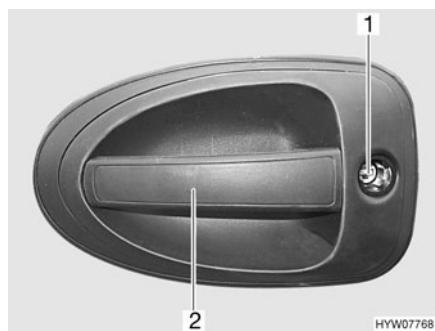

Fig. 34 Cerradura de la puerta del conductor, en el exterior
- Introducir la llave en el cilindro de cierre (Fig. 34,1) y girarla hasta que esté desbloqueada la cerradura de la puerta.
- Tirar del tirador de la puerta (Fig. 34,2). La puerta está abierta.
- Introducir la llave en el cilindro de cierre (Fig. 34,1) y girarla hasta que esté bloqueada la cerradura de la puerta.